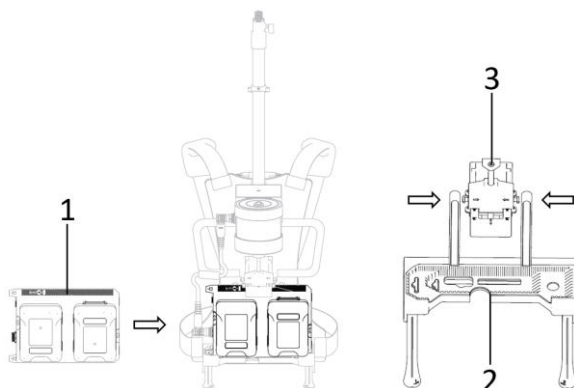

图 2-3 收集端的着脱
図 2-3 に示すように、取得端①を図示の方向（USB インターフェイスを上、接続線インターフェイスを左）にして、ベース②の穴の位置と一致させます。次に、スキャン端固定ブラケット③の両側のボタンを押して、上下に移動できるようにします。前後に移動して、固定ブラケット③が取得端の表面に密着していることを確認します。同様に、取得端を取り外すときは、スキャン端固定ブラケットの両側のボタンを押して、取得端を取り外します。上に移動します。図 2-3 収集端の着脱
**注意:** バッテリーを分解して組み立てるときは、操作しやすいように、スキャンエンドの固定ブラケット③を一時的に上に移動します。